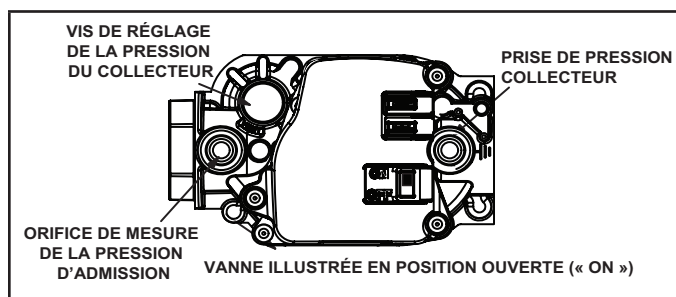

FIGURE 55
### Fonctionnement de la vanne de gaz (FIGURE 55)
- 6 - Mettre le contacteur de la vanne de gaz sur «OFF». Voir la FIGURE 55.
- 8 - Mettre le contacteur de la vanne de gaz sur «ON». Voir la FIGURE 55.